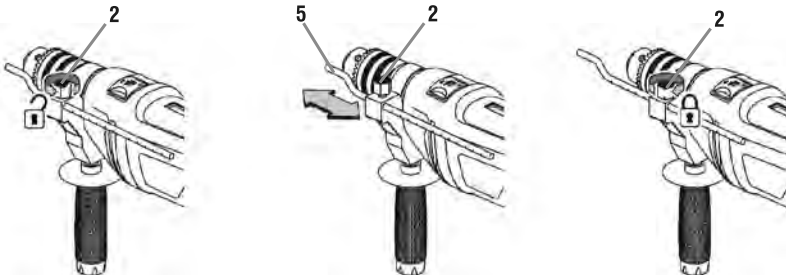

fig. 3 – utilización del limitador de profundidad
Utilice el limitador de profundidad (5) para ajustar la profundidad de perforación deseada, fig. 3.